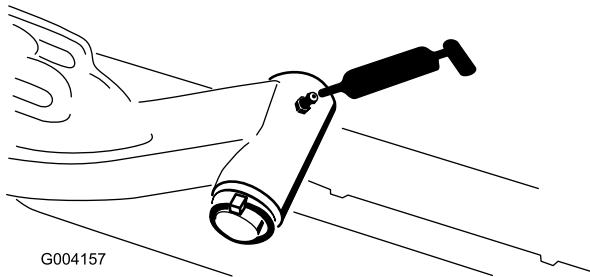

Bild 49
- Hubarmgelenkwelle (1) (Bild 49)